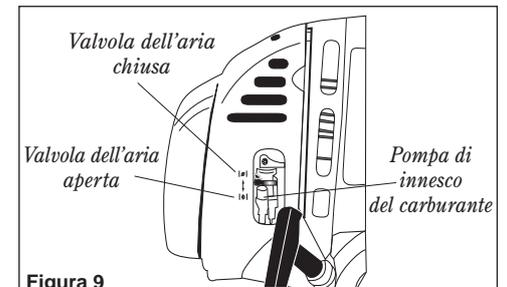

Figura 9
3. **Solo motore freddo.** Attivare la valvola dell'aria del motore spostando la relativa leva verso l'alto (valvola chiusa). Vedere la figura 9.